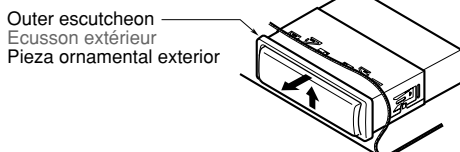

Figure 12 / Figure 12 / Figura 12
3. Press the outer escutcheon upward and remove it. (Figure 12)
3. Presser l'écusson extérieur vers le haut et le retirer. (Figure 12)